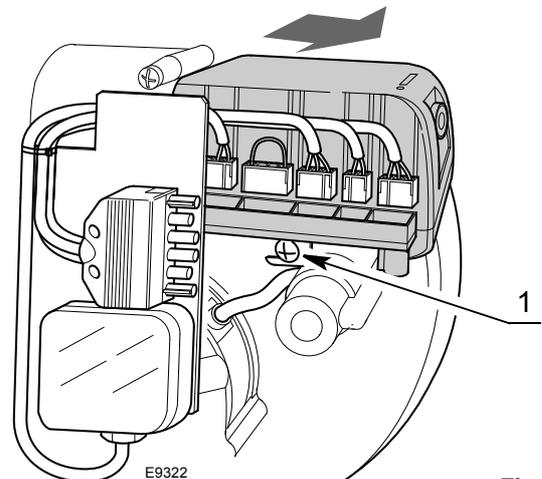

Fig. 17
- desconectar todos los conectores conectados a ella, el conector macho de 6 contactos, los cables de alta tensión y el cable de tierra (TB);
- desenroscar el tornillo 1)(Fig. 17) y tirar de la caja de control en el sentido de la flecha.
- enroscar el tornillo 1)(Fig. 17) con una par de torsión de 1 ÷ 1,2 Nm;